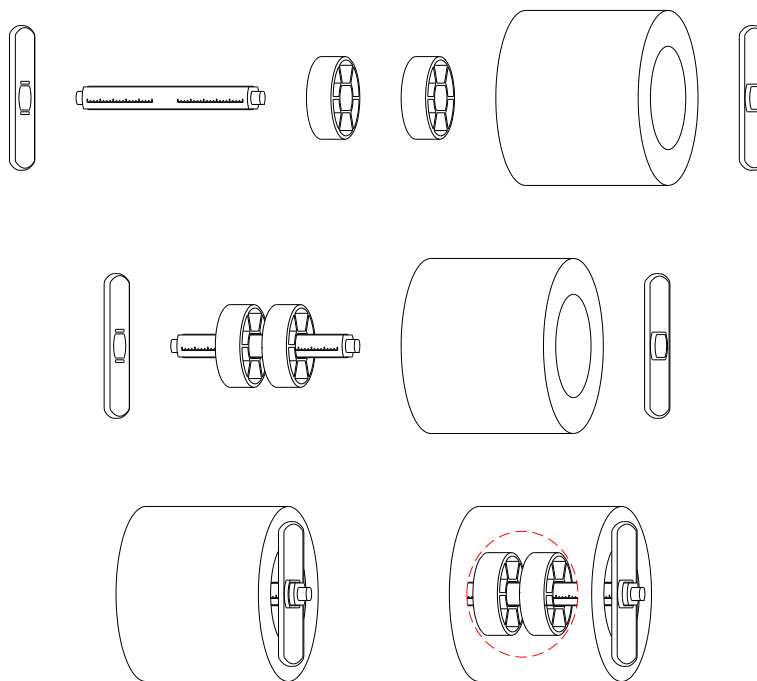

图 2-11
3. 取出纸卷轴，将纸卷套入纸卷轴（如果是 3 英寸大纸芯的纸卷，请套入纸卷轴套筒），将两个纸卷挡板从两边套入纸卷轴，光滑面朝向纸卷。如图 2-11 所示。